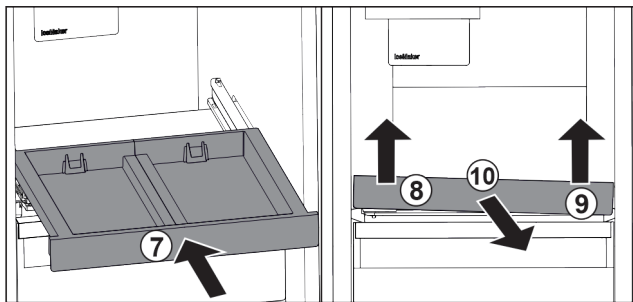

Fig. 196
- Inserire il ripiano estraibile. Fig. 196 (7)
- Sollevare il ripiano estraibile dalla parte anteriore a sinistra. Fig. 196 (8)
- Sollevare il ripiano estraibile dalla parte anteriore a destra. Fig. 196 (9)
- Rimuovere il ripiano estraibile tirandolo in avanti. Fig. 196 (10)